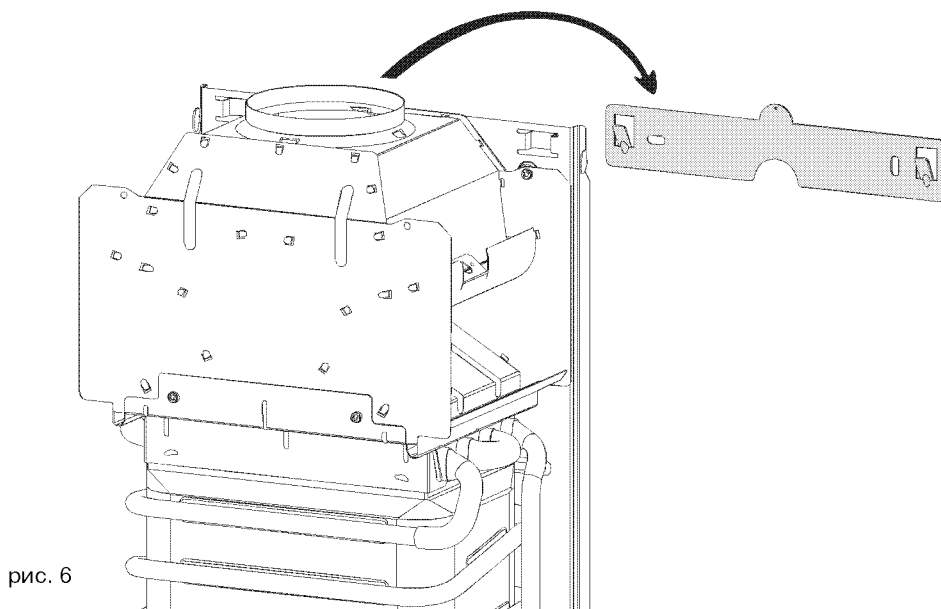

рис. 6
- Заведите верхние отверстия рамы на крючки крепежной пластины (рис. 6)